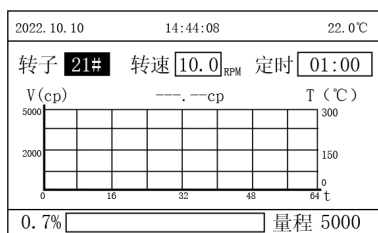

图 7
(9) 如需定时测试时间，可返回到主菜单，按◀或▶键可切换到设置中心，按确定键进入设置中，按▼键下拉菜单，选定“7、开/关计时器”后按确定进入，再按▲或▼键可切换计时器开/关，按确定键选定模式，返回即可退出。回到测量项目界面，选择好转子转速后，即可设置定时测量；（注：如定时时间小于最短测量时间，定时时间将自动设置至最短测量时间）
(10) 测量时按暂停键，仪器将会停止测量：如再按确定键，仪器将按上次设置的转子号、转速和定时时间进行测量。若要更改转子或者转速，必须按返回键后方能操作；
(11) 返回主菜单界面如图 2，将光标选择至“粘温曲线”后按确定键进入粘温曲线测量模式，如图 7，转子、转速、定时设置方式同测量项目内设置方式一样（cp 为粘度值，T 为温度）；
(12) 如需保存测量结果，在测量数值稳定后按保存键即可，显示弹窗保存中即为保存成功。